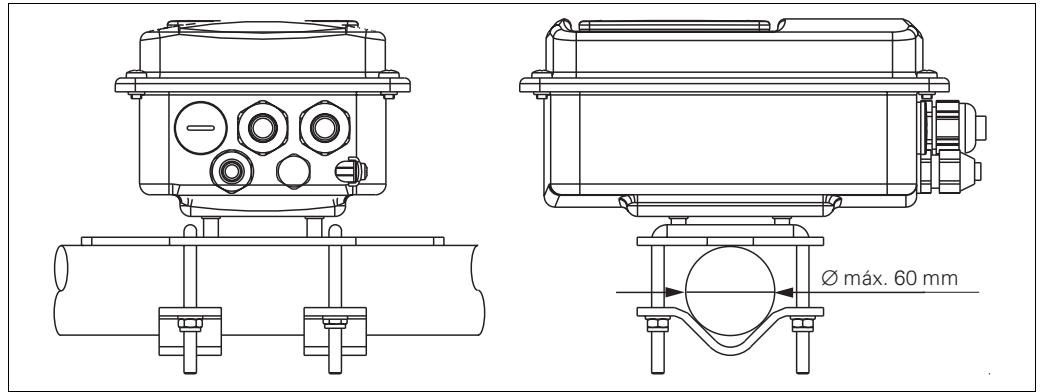

Fig. 13: Montaje en barra del CLD132 de versión partida
3. Utilice los apliques de fijación para instalar el Smartec S en una barra o tubería (Fig. 13).